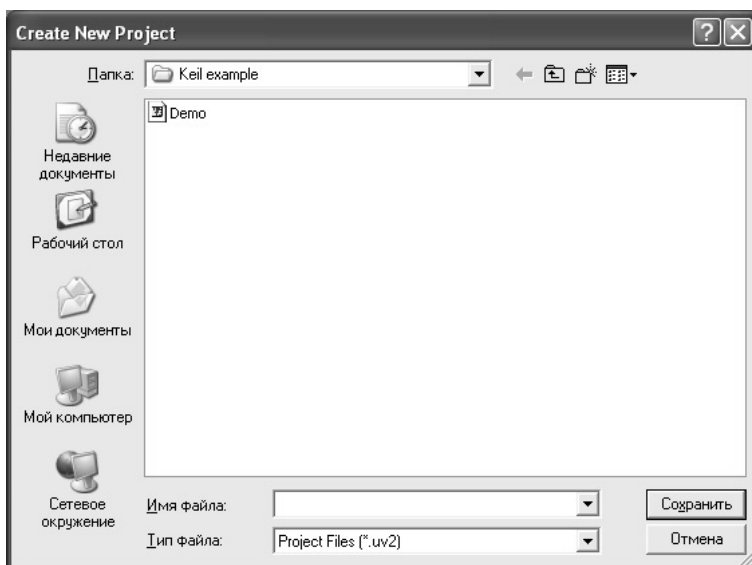

Рис.6. Окно сохранения проекта
2. Затем, в появившемся меню (рис.6), следует указать имя файла (латинскими буквами), и нажать кнопку «Сохранить». После чего файл проекта будет сохранен в указанном месте.